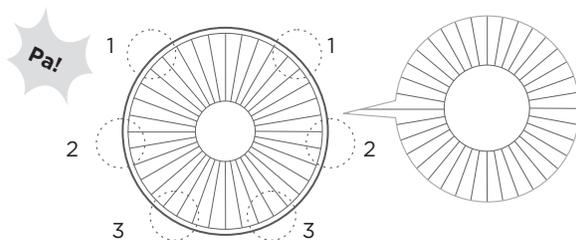

Fig.9
- 5** Premere la griglia con entrambe le mani in sequenza; quando è installata, si sente un clic. (Fig. 9)